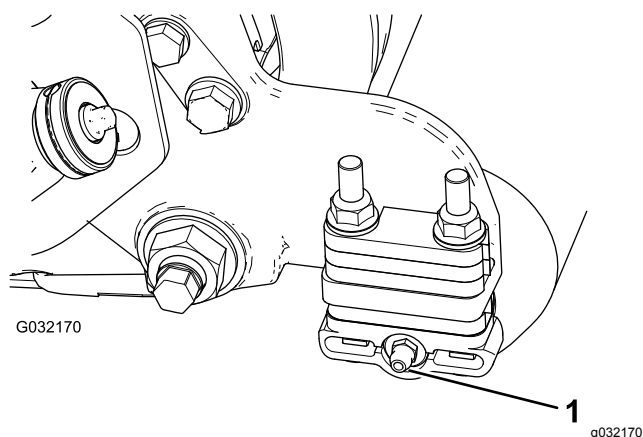

Рисунок 2
3. Установите прямоугольную масленку так, чтобы она была направлена назад (Рисунок 2).